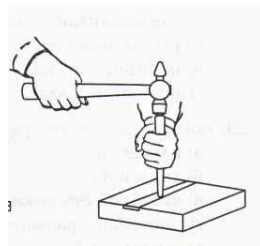

Рис. 1.6
**18. Укажите, какая слесарная операция представлена на рис. 1.6:**